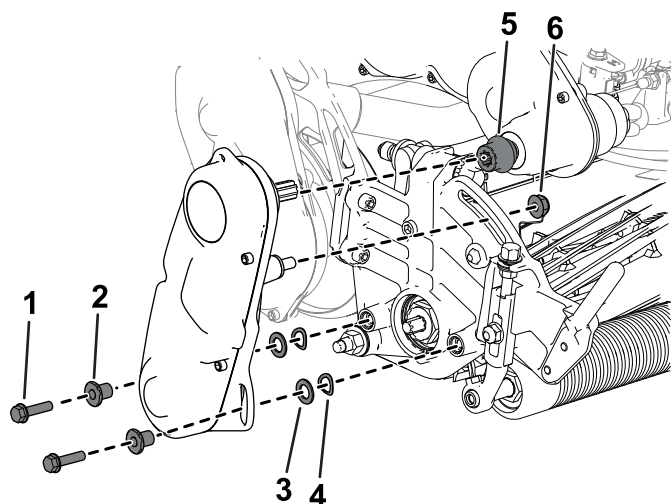

Bild 46
- Verwenden Sie die zuvor entfernten Zylinderschrauben, Unterlegscheiben und Distanzstücke, um die Spindelantriebsbaugruppe an der Seitenplatte des Mähwerks zu befestigen (**Bild 46**).
Stellen Sie sicher, dass die Spindelantriebswelle an der Kupplung der Getriebeantriebswelle befestigt ist (**Bild 46**).